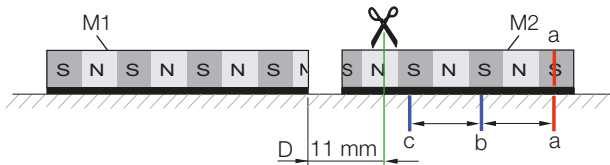

Fig. 4-11: Cortar a 11 mm
7. Recorte el cuerpo de medición M2 de modo que la distancia D que quede entre los dos cuerpos sea de 11 o de 21 mm (anchura de 1 par de polos + 1 mm para el posicionamiento preciso). El hueco que queda entre los dos extremos de los cuerpos de medición determina dónde se debe cortar (Fig. 4-11).